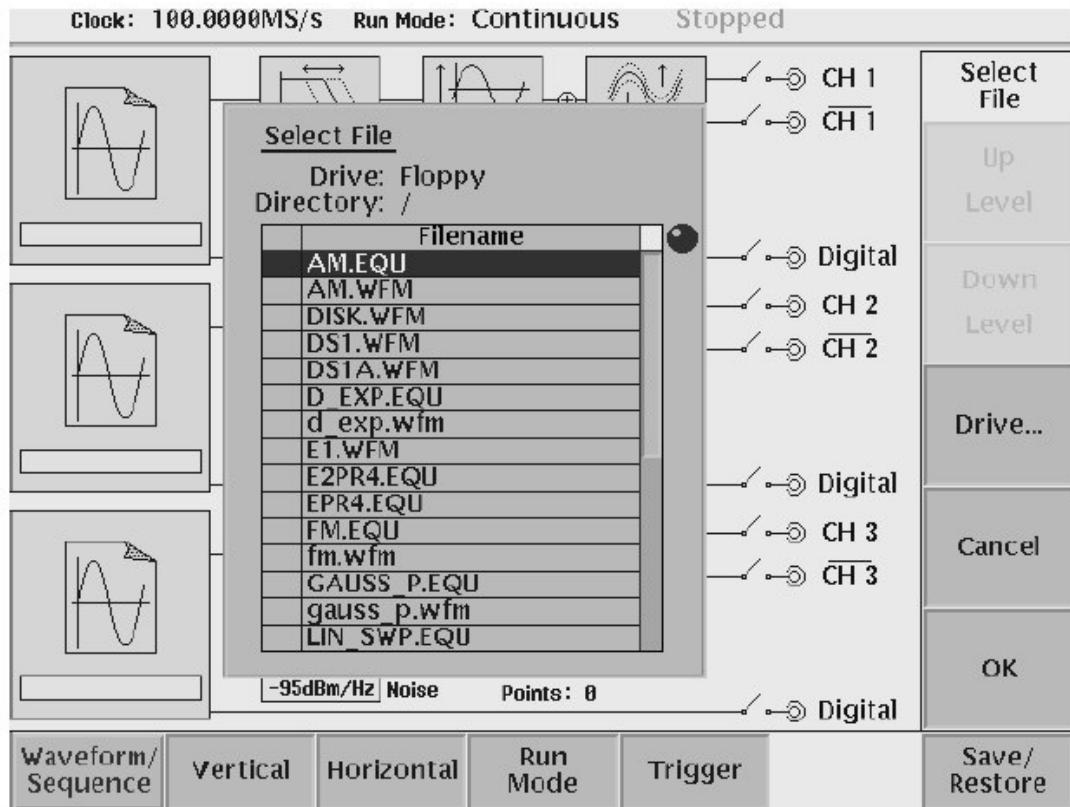

图 33 选择文件列表
3. 按压 Load... 侧面键来显示 Select File 列表,如图 33 所示。